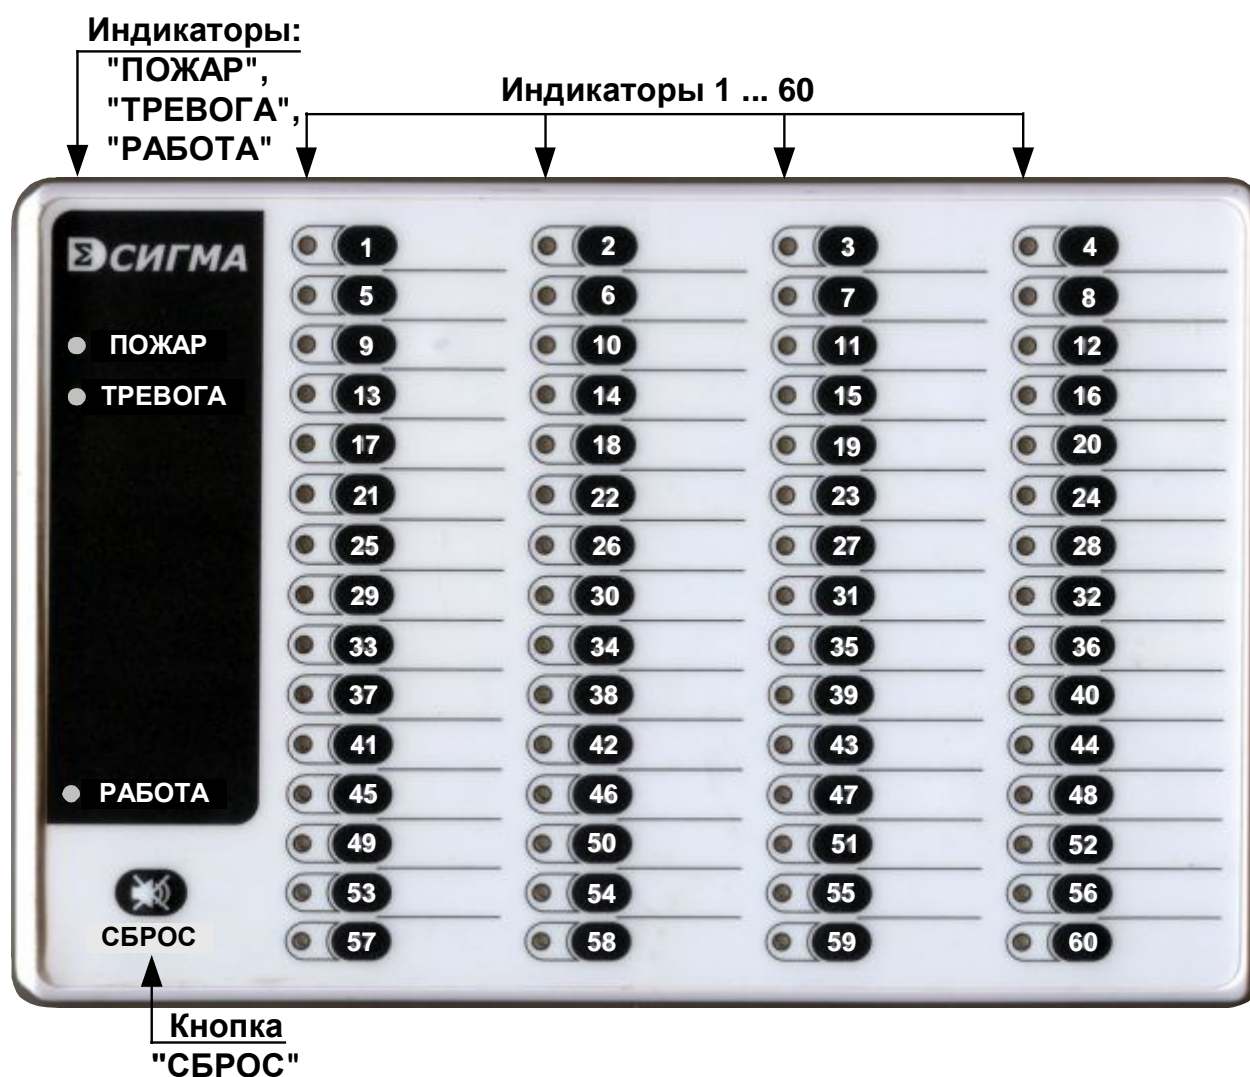
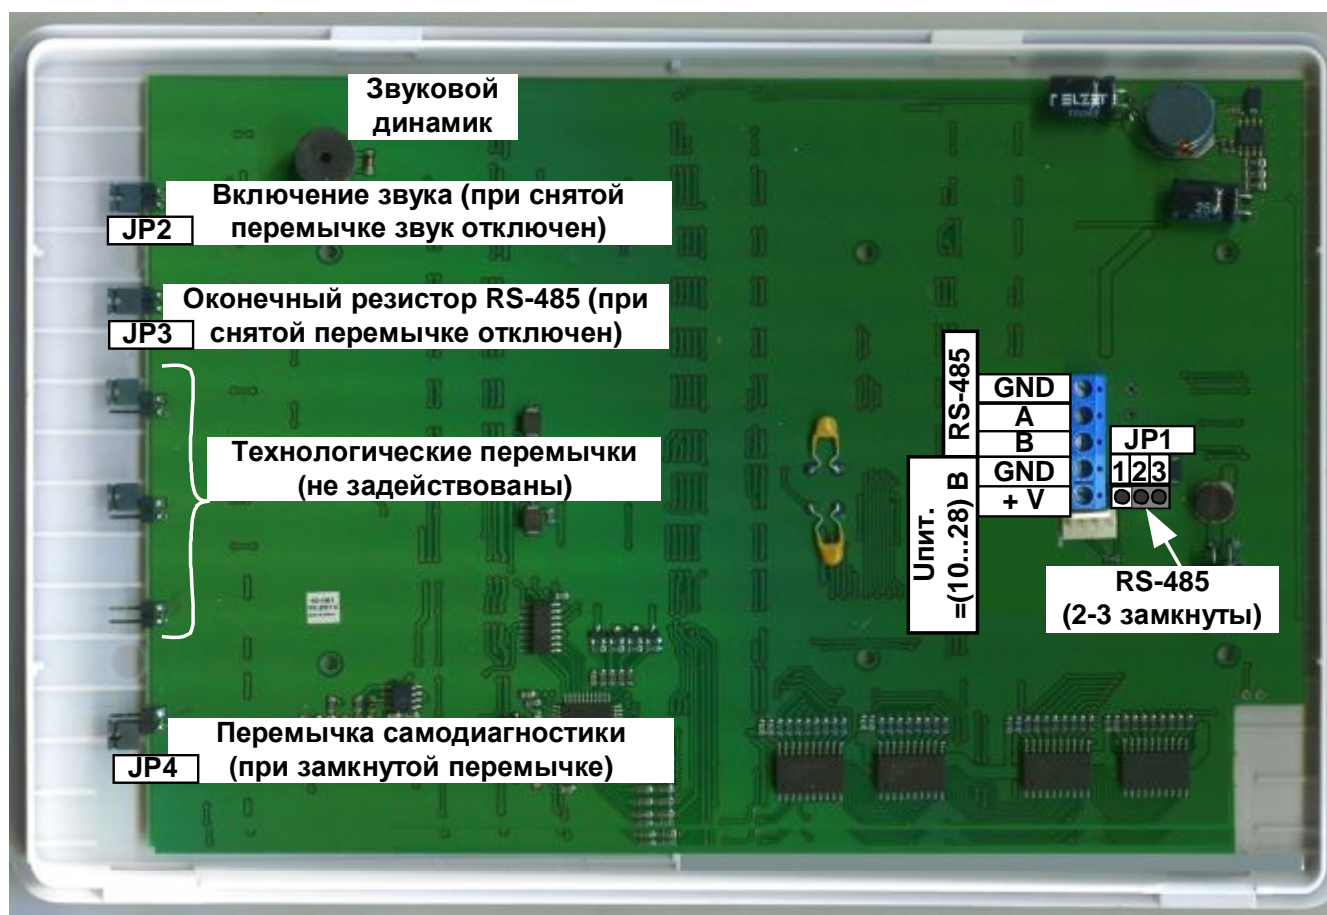

Рис. 1 Внешний вид БИС-Р
Рис. 3 Внешний вид платы БИС-Р. Подключение.
Внешний БИС-Р показан на Рис. 1. БИС-Р содержит 60 двухцветных индикаторов состояния, индикаторы “ПОЖАР”, “ТРЕВОГА”, “РАБОТА”, кнопку “СБРОС”. В составе БИС-Р предусмотрен звуковой динамик (см. Рис. 3).
5.3. Подключение БИС-Р к линиям связи с БЦП и источнику питания осуществляется через клеммную колодку, установленную на плате Рис. 3 Внешний вид платы БИС-Р. Подключение.